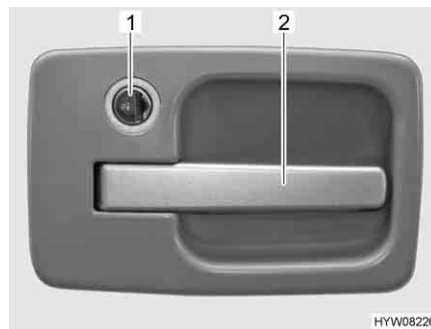

Fig. 30 Serrure de la porte cellule, à l'extérieur
- Insérer la clé dans le barillet (Fig. 30,1) et la tourner jusqu'au symbole . La serrure de la porte est déverrouillée.
- Tirer sur la poignée de la porte (Fig. 30,2). La porte est ouverte.
- Insérer la clé dans le barillet (Fig. 30,1) et la tourner jusqu'au symbole . La serrure de la porte est verrouillée.